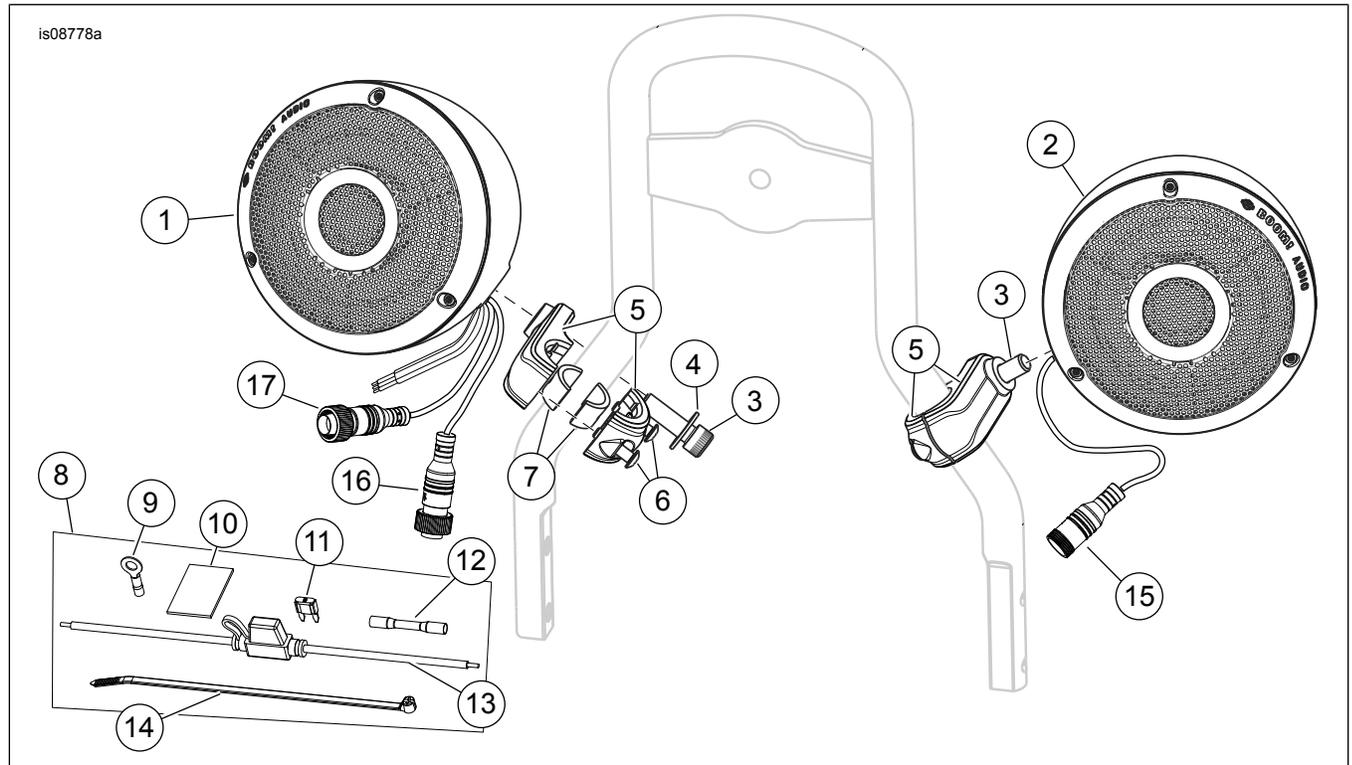

Abbildung 1. Ersatzteile, auf dem Soziusbügel montierte Lautsprechersätze
Siehe Abbildung 1 und Tabelle 1.
- Siehe Abbildung 1. Die Lautsprecherkonsole (1) mit **drei** elektrischen Steckverbindern auf der **rechten** Seite des Soziusbügels einbauen. Die Lautsprecherkonsole (2) mit **einem** elektrischen Steckverbinder auf der **linken** Seite des Soziusbügels einbauen.
- Abbildung 1. Für kleine runde Soziusbügel werden Distanzstücke (7) und Klemmen (5) benötigt. Für quadratische Soziusbügel werden Klemmen (5) verwendet. Es sind quadratische Öffnungen in den Klemmen. Für große runde Soziusbügel werden Klemmen (5) verwendet.